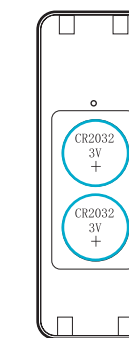

Figure 15
2. Insérez les piles en respectant les indications de polarité (Figure 15).
2. Insert batteries according to the polarity markings (Figure 15).